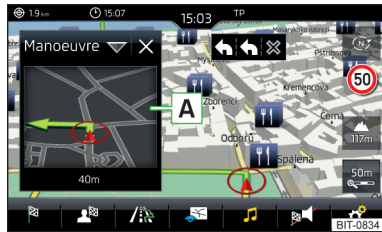

Abb. 155
Das Infotainment bietet die Möglichkeit an, im Zusatzfenster **Position** » **Abb. 155** auf **Seite 144** die folgenden Informationen zur aktuellen geografischen Fahrzeugposition sowie zum Satellitensignal anzuzeigen.
- Zur **Auswahl des Inhalts** des Zusatzfensters **A** » **Abb. 155** die Funktionsfläche antippen und kontextabhängig eines der folgenden Menüs wählen.